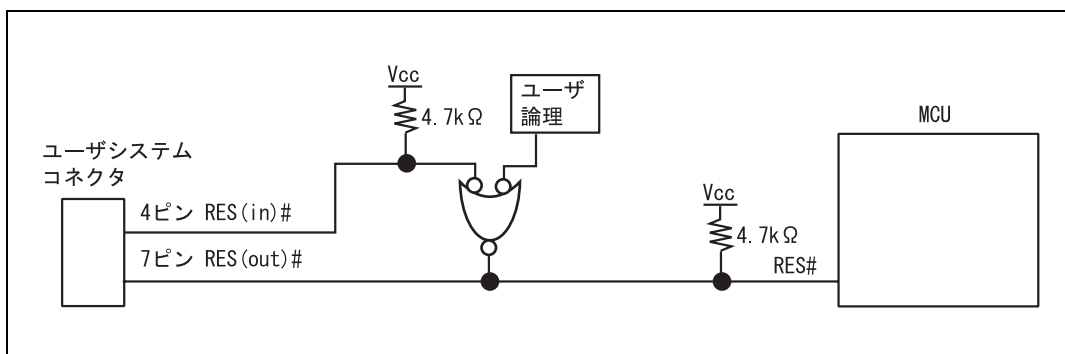

図 1.5 RES#端子の結線
2. ユーザシステムコネクタの 4 ピンの RES(in)#端子は E10A-USB エミュレータが MCU に対して出力する信号線です。ユーザ論理のリセット回路と 4 ピンの RES(in)#端子を図 1.5 のようにして、MCU に結線してください。また、ユーザシステムコネクタの 7 ピンの RES(out)#端子は E10A-USB エミュレータが MCU の RES#端子をモニタする信号線です。プルアップの上、ユーザシステムコネクタの 7 ピンに結線してください。